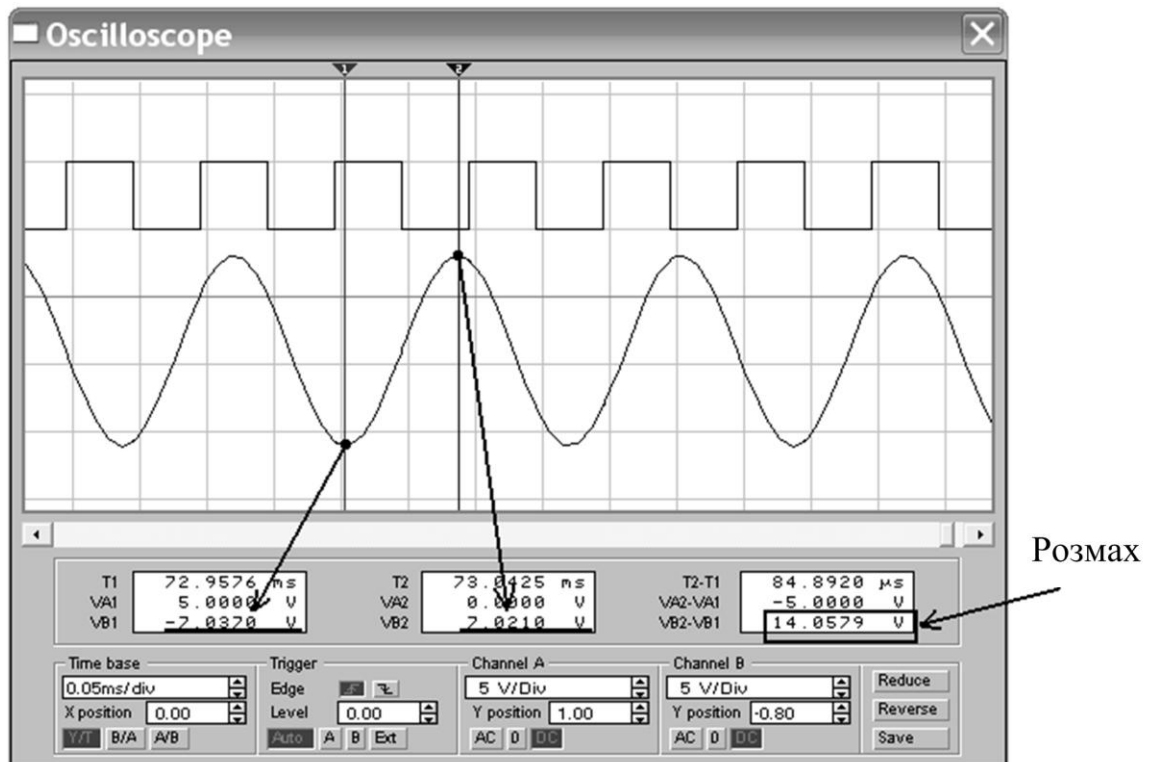

Рисунок 1.10. – Методика вимірювання розмаху гармонійного сигналу
7.13 Виміряти амплітуду (розмах) гармонійного сигналу відповідно до методики п. 6.13, 6.14 (рисунок 1.10). Записати до звіту.